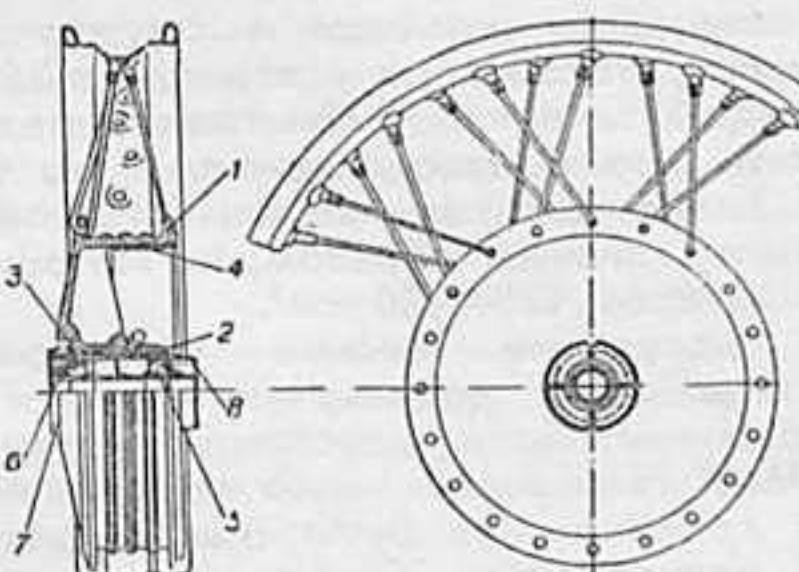

Рис. 4. Колесо мотоцикла М-53.
Конструкция колеса проста (рис. 4). Корпус его (1) отливается под давлением из алюминиевого сплава вместе со ступицей (2) и тормозным барабаном (4). В ободах делаются отверстия под ниппели спиц. Надежная фиксация ступицы в литом корпусе обеспечивается штампованным зубчатым манжетом (3), приваренным к ступице точечной сваркой. Спицы выполнены более короткими, что устранило частые их сбивы в местах соединения с алюминиевыми фланцами колеса.